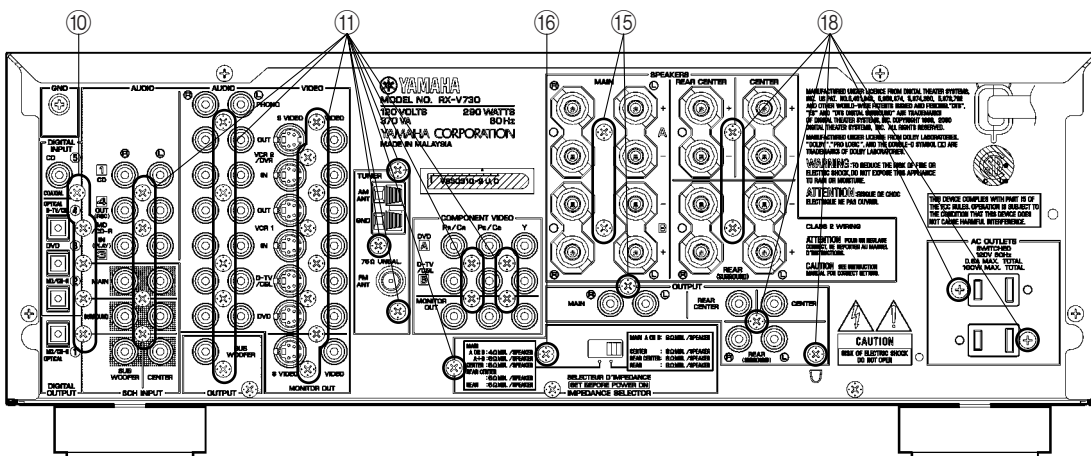
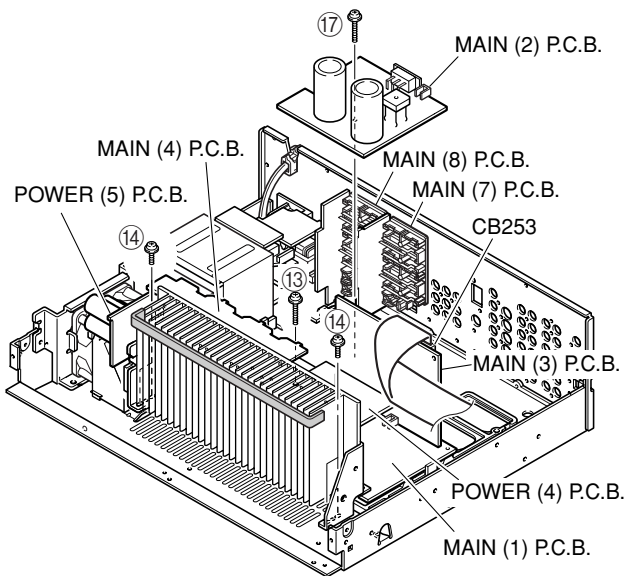

Fig. 4
Fig. 7
- Remove 5 screws (10). (Fig. 4)
- 10のネジ5本を外します。(Fig. 4)
- Remove 25 screws (11). (Fig. 4)
- 11のネジ25本を外します。(Fig. 4)
7. Removal of MAIN (7) and MAIN (2) P.C.B.s
- Remove 3 screws (15). (Fig. 4)
- Remove MAIN (7) P.C.B.. (Fig. 7)
- Remove 1 screw (16). (Fig. 4)
- Remove 1 screw (17). (Fig. 7)
- Remove MAIN (2) P.C.B.. (Fig. 7)
8. Removal of MAIN (8) P.C.B.
- Remove 6 screws (18). (Fig. 4)
6. MAIN (1)、MAIN (3)、MAIN (4)、POWER (4)、POWER (5) P.C.B.の外し方
- CB253を外します。(Fig. 7)
7. MAIN (7)、MAIN (2) P.C.B.の外し方
- ⑮のネジ3本を外します。(Fig. 4)
- ⑯のネジ1本を外します。(Fig. 4)
8. MAIN (8) P.C.B.の外し方
- ⑱のネジ6本を外します。(Fig. 4)